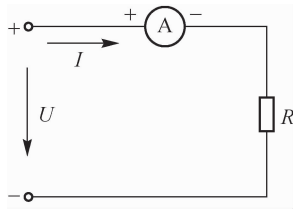

图 2-15 直流电流表的接法
(1) 对交、直流电流应分别采用交流电流表和直流电流表进行测量。
(2) 电流表必须串接到被测量的电路中。
(3) 直流电流表的表壳接线柱上标明的“+”“-”,应与电路的极性相一致,不能接错,否则指针反转,既影响正常测量,也容易损坏电流表。直流电流表的接法如图 2-15 所示。